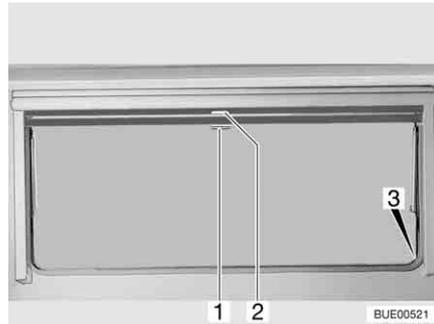

Fig. 78 Ventana abatible
- Tirar del asidero (Fig. 78,2) de la persiana oscurecedora enrollable hacia abajo. Cuando la persiana oscurecedora enrollable se cierre por completo, encajarla en el bloqueo (Fig. 78,3) a ambos lados del marco de la ventana.
- Cuando la persiana oscurecedora enrollable está completamente cerrada: Presionar el tirador (Fig. 78,2) hacia abajo y tirarlo ligeramente hacia dentro. Desenganchar la persiana oscurecedora enrollable de los bloques a izquierda y derecha del marco de la ventana.
- Cuando la persiana oscurecedora enrollable se encuentre en una posición intermedia: Tirar ligeramente del asidero (Fig. 78,2) hacia abajo, hasta que se hay soltado el bloqueo.
- Tirar hacia abajo de la mosquitera enrollable (Fig. 78,1) y engancharla en el bloqueo (Fig. 78,3) a ambos lados del marco de la ventana.
- Presionar el tirador (Fig. 78,1) hacia abajo y tirarlo ligeramente hacia dentro. Desenganchar la mosquitera enrollable de los bloques a izquierda y derecha del marco de la ventana.